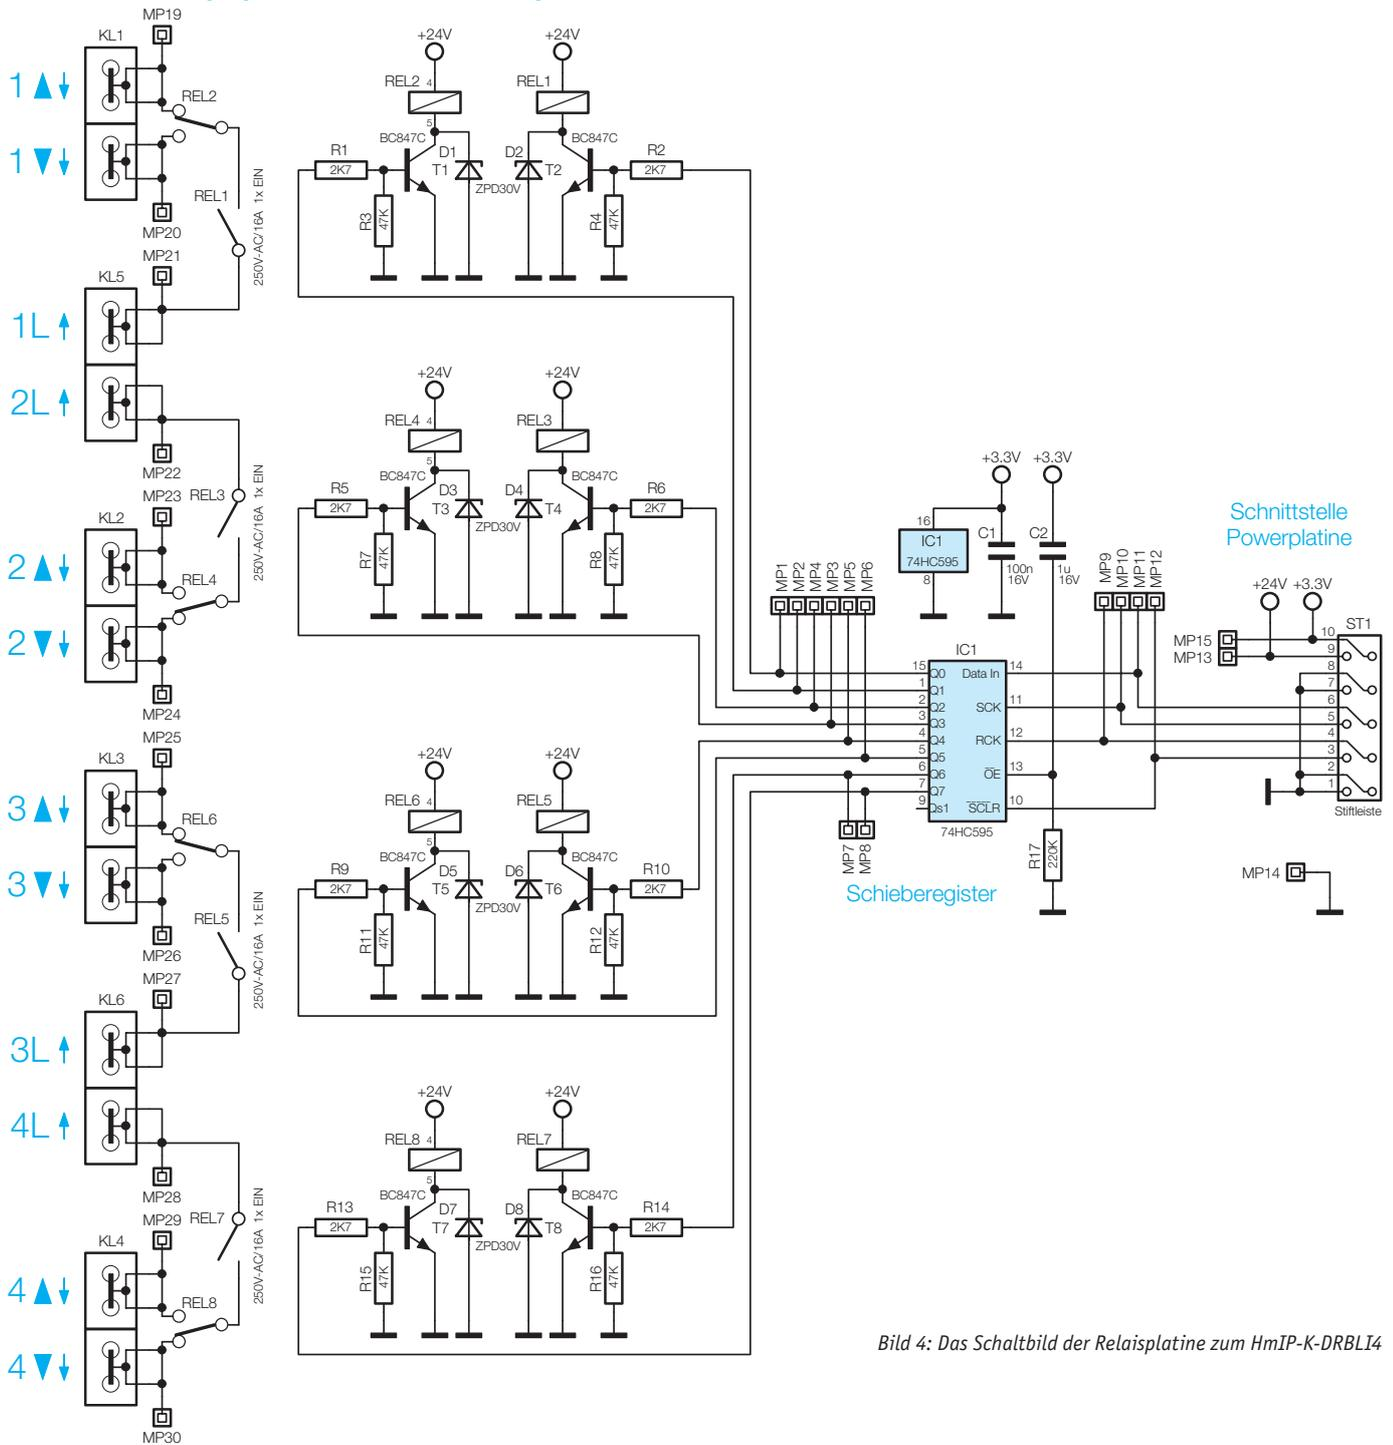

Bild 4: Das Schaltbild der Relaisplatine zum HmIP-K-DRBLI4
**Die Relaisplatine für den HmIP-K-DRBLI4 (Bild 4)**